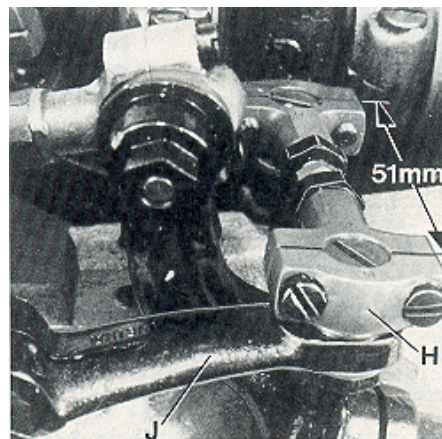
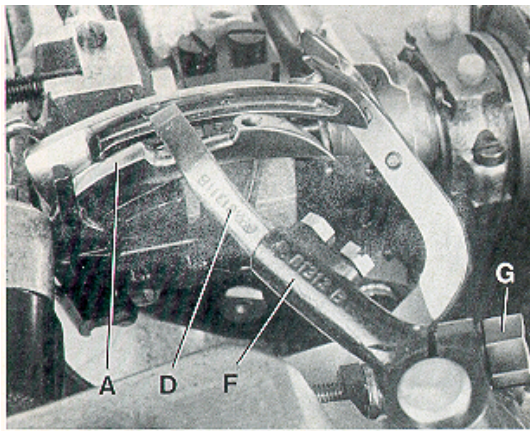
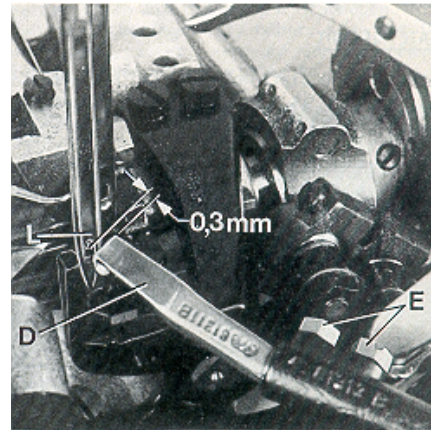

Fig.13
Fig.14
Fig.15
The distance (set at the factory) from center to center of the two ball joints driving the cross looper should be 51 mm (2") (see Fig. 13).
Basically the front ball joint (H, Fig. 13) should be positioned as far as it will go to the left in the fastening slot of the cross looper drive lever (J).
When rotating the handwheel in operating direction cross looper (D, Fig. 14) should swing as close as possible in the recess behind the eye over the double locked stitch looper (A) without contacting it.
At the left end of its swing motion cross looper (D, Fig. 15) must be positioned so that the left needle (L) securely stitches into the thread loop hanging around the hook of cross looper (D). In front of the left needle the cross looper should pass in a distance of 0.3 mm (.012") (see Fig. 15).
Der Abstand (im Werk eingestellt) von Mitte zu Mitte zwischen den beiden Kugelgelenken zum Antrieb des Quergreifers muß 51 mm betragen (siehe Fig. 13).
Standardmäßig soll das vordere Kugelgelenk (H, Fig. 13) so weit wie möglich nach links im Befestigungsloch des Quergreifer-Antriebhebels (J) gestellt werden.
Beim Drehen des Handrades in Nährichtung soll der Quergreifer (D, Fig. 14) so dicht wie möglich in der Aussparung hinter dem Ohr über den Doppelkettenstichgreifer (A) schwenken, ohne diesen zu berühren.
Am linken Ende seiner Schwenkbewegung muß der Quergreifer (D, Fig. 15) so stehen, daß die linke Nadel (L) sicher in die um den Haken des Quergreifers (D) hängende Fadenschleife einsteicht. Vor der linken Nadel soll der Quergreifer in einem Abstand von 0,3 mm vorbeischnellen (siehe Fig. 15).
After loosening the two screws (E, Fig. 15) the 0.3 mm (.012") distance to the left needle is adjustable. Retighten screws on the flat of the cross looper shank. After loosening clamp screw (G, Fig. 14) cross looper lever (F) can be raised or lowered for setting the height of cross looper (D) with respect to the double locked stitch looper (A) and it can be tilted to the right or left for adjusting the swing motion of the cross looper with respect to the left needle. Retighten clamp screw. If required the length of the path of the cross looper swing motion can be reduced by positioning ball joint (H, Fig. 13) to the right in the fastening slot of the cross looper drive lever (J).
Nach Lösen der beiden Schrauben (E, Fig. 15) kann der 0,3 mm Abstand zur linken Nadel eingestellt werden. Ziehen Sie die Schrauben wieder auf der Befestigungsfläche des Quergreiferschafes fest. Nach Lösen der Klemmschraube (G, Fig. 14) kann der Quergreiferhebel (F) nach oben oder unten verschoben werden, um die Höhe des Quergreifers (D) zum Doppelkettenschiefer (A) einzustellen und nach rechts oder links geschwenkt werden, um die Schwenkbewegung des Quergreifers in Bezug zur linken Nadel einzustellen. Ziehen Sie die Klemmschraube wieder fest. Bei Bedarf kann der Schwenkweg des Quergreifers durch Versetzen des Kugelgelenks (H, Fig. 13) im Befestigungslangloch des Quergreifer-Antriebshebels (J) nach rechts verkleinert werden.